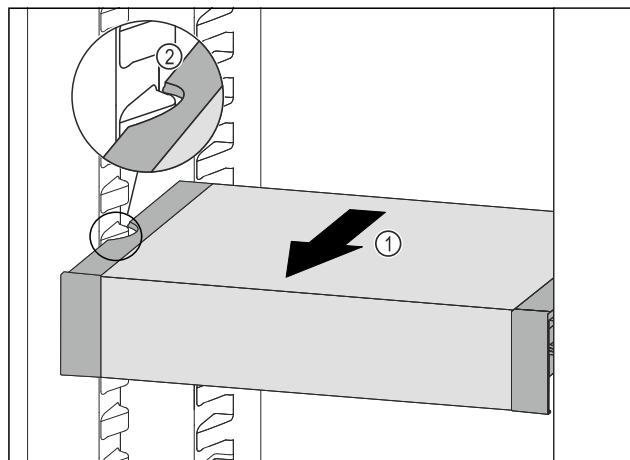

Fig. 142
- ▶ Táhněte VarioSafe dopředu Fig. 142 (1), dokud nebudou boční vybrání VarioSafe na úrovni žebrování na nádoby v chladničce. Fig. 142 (2)